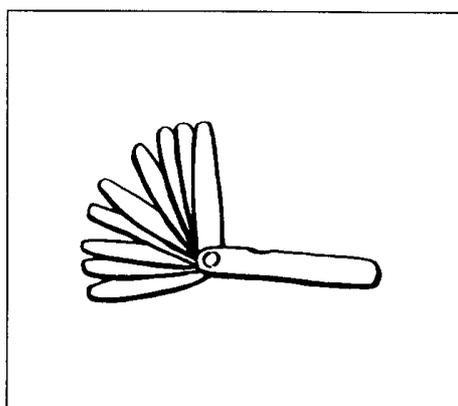

Рис. 1.
- (1) Набор плоских щупов используется для измерения осевого зазора распределительного вала (рис. 1.).